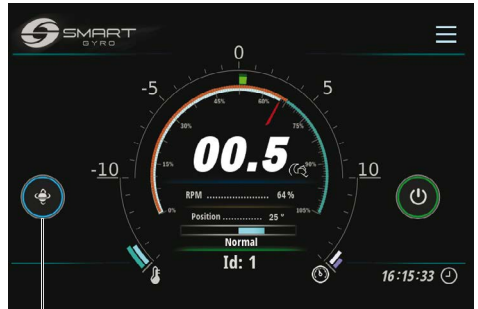

Abbildung 7
- Sobald die Schwungradgeschwindigkeit 55 % der Höchstgeschwindigkeit überschreitet, ist die Präzession erlaubt und der Kreis um das Symbol wird blau, was anzeigt, dass die Präzession freigegeben ist und die Kugel schwingen kann (Abbildung 7, (1)).